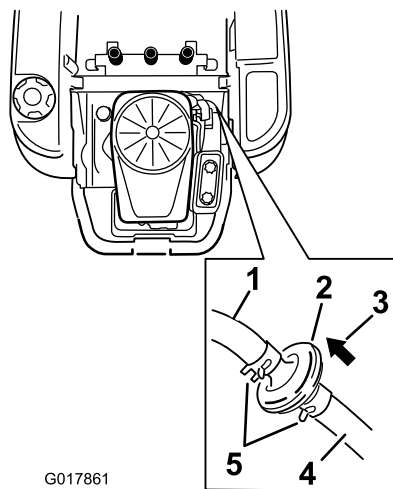

Figura 35
3. Sollevate il sedile e individuate il filtro del carburante come mostrato in Figura 35.
4. Premete le estremità delle fascette stringitubo ed allontanatele dal filtro (Figura 35).
6. Montate un nuovo filtro con la freccia della direzione del flusso proveniente dal serbatoio del carburante e rivolta verso il motore. Spostate le fascette stringitubo in prossimità del filtro (Figura 35) per bloccarlo.